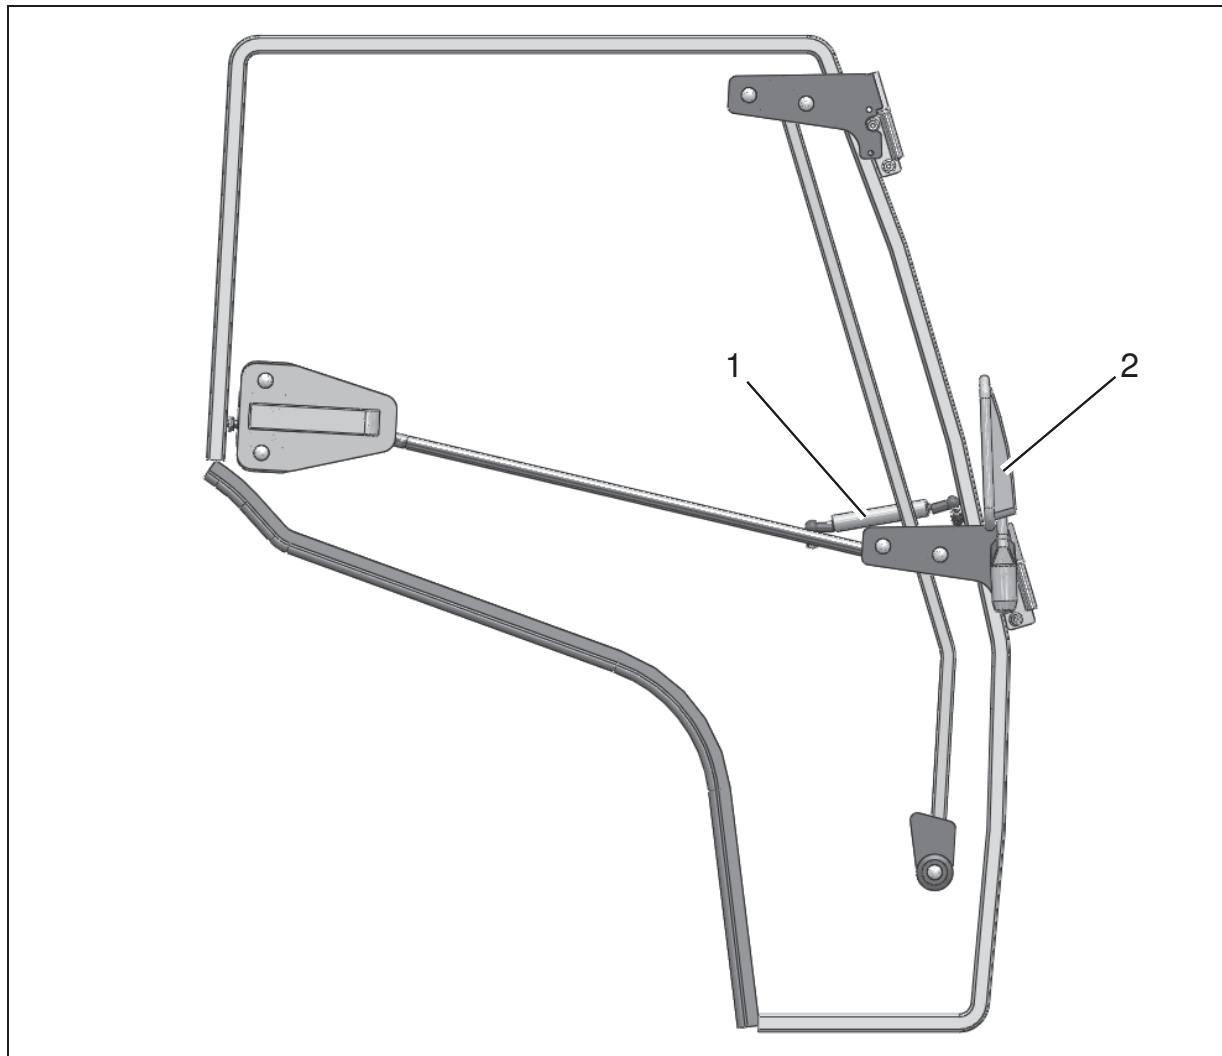

Abb.10
5. Anschlagwinkel links und rechts auf der Sitzkonsole (Abb. 10/2) mit Blechschrauben $\varnothing 4,8$ (Bohrung $\varnothing 3,8$ mm) befestigen und das Kantenprofil aufstecken.
6. Gasfeder (Abb. 10/1) links und rechts einbauen
7. Außenspiegel (Abb. 10/2) links und rechts anbauen.